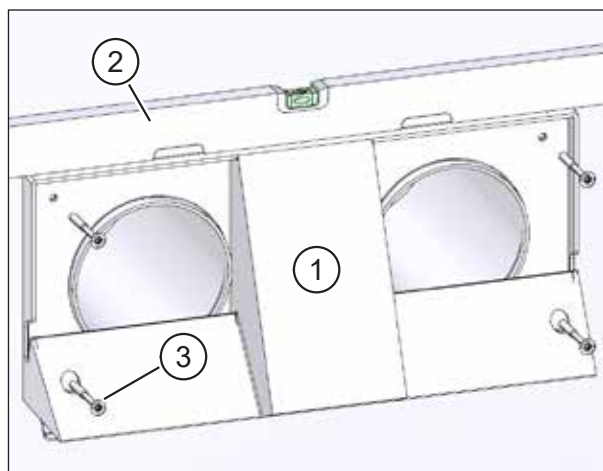

Fig. 13 : Fixer la plaque de base
- ▶ Déposez avec précaution la plaque de base (pos. 1 dans Fig. 13), en bonne position, sur les tuyaux d'aération. Veillez à ce que les garnitures d'étanchéité ne soient pas endommagées.
- ▶ Positionnez la plaque de base perpendiculairement avec un niveau (voir pos. 2 dans Fig. 13).
- ▶ Fixez la plaque de base avec les quatre vis jointes (pos. 3 dans Fig. 13).